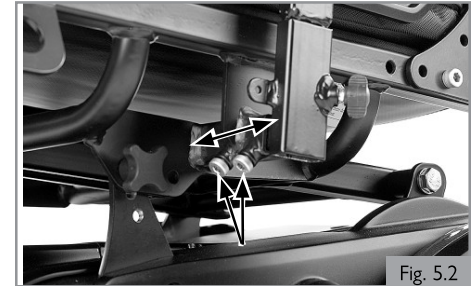

Fig. 5.2
1. Para ajustar la anchura entre los reposabrazos, use una llave Allen de 5 mm para soltar los tornillos de la tapa de los retenes del adaptador del reposabrazos, que se ubican en el marco lateral debajo de los reposabrazos (Fig. 5.2).